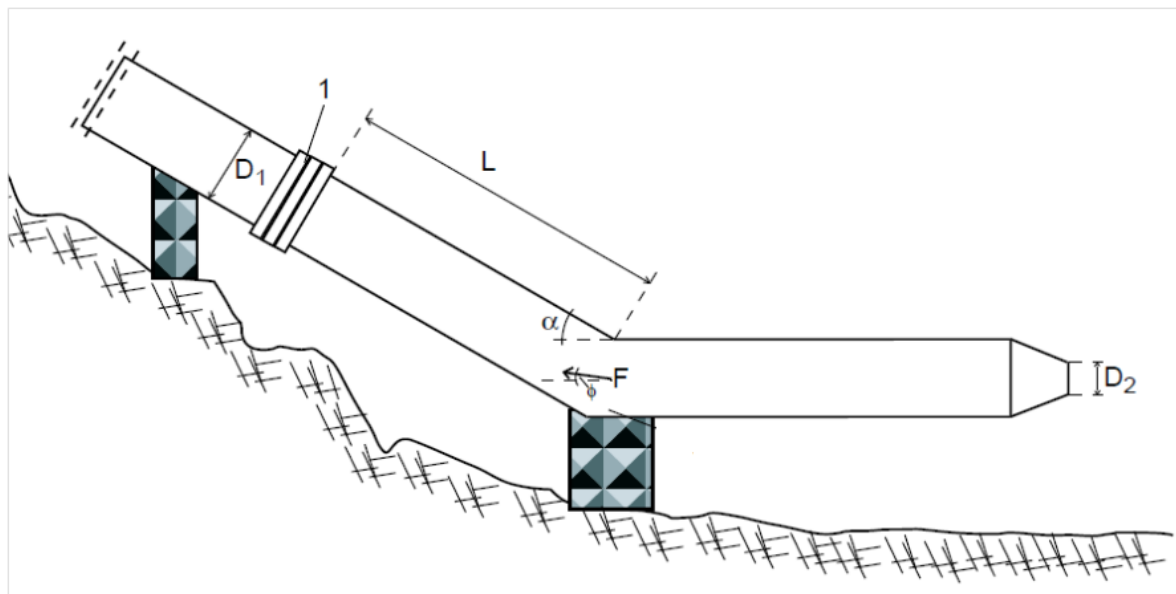

Fig. 4: Jato livre para turbina
3. (30 P) Uma tubulação ($D_1 = 0,8\text{m}$) de um reservatório chega na casa de força de uma hidrelétrica para alimentar uma turbina de jato livre ($D_2 = 0,2\text{m}$). O tubo com o bocal esta fixado no fundamento alguns metros antes do bocal. Na secção 1 foi colocado uma peça de amortecimento que não passa forças nem momentos (veja Fig. 4). A pressão na secção é $p_1 = 5,16 \text{ kPa}$ e a vazão $Q = 4 \text{ m}^3/\text{s}$. O volume interno do tubo com bocal (da secção 1 a secção 2) é $V = 15,3 \text{ m}^3$. A distancia entre a secção 1 e a curva é $L = 20 \text{ m}$. O angulo da curva é $\alpha = 30^\circ$. Todas as perdas de energia podem ser desconsideradas.
- Desenha a linha de energia e a linha piezométrica esquematicamente na Fig. 4.